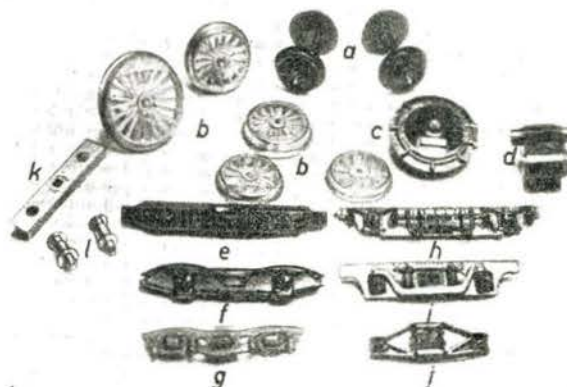

Bild 2 Material für den Lok- und Wagenbau
a Stromabnehmer, einfache Ausführung (1); b Stromabnehmer, Modellausführung (5); c Stromabnehmer, Modellausführung (6); d Stromabnehmer mit Doppelwippe, Modellausführung (6); e Simplexkupplung (1); f Universalkupplung (4); g Universalkupplung in kleinerer Ausführung (5); h Görlitzer Drehgestell, kompl. (In der gleichen Ausführung werden auch alle anderen Drehgestelle geliefert; vgl. Bild 2 e–j) (1)